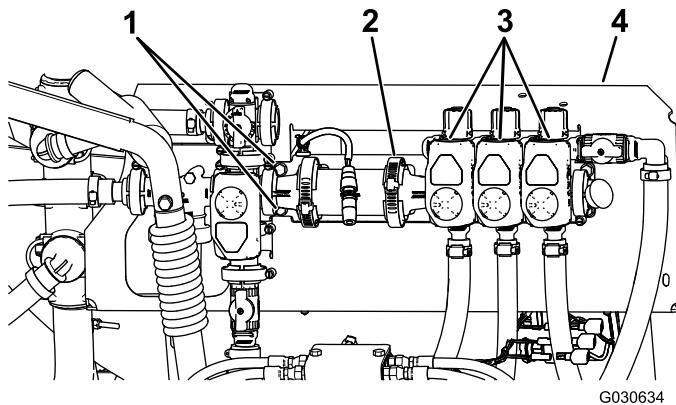

図4
2. ブームバルブアセンブリを取り付けブラケットに固定しているボルトをゆるめる外さないここと図4。
3. 攪拌バルブをブームバルブアセンブリに固定している既存のワームクランプをゆるめる図4。